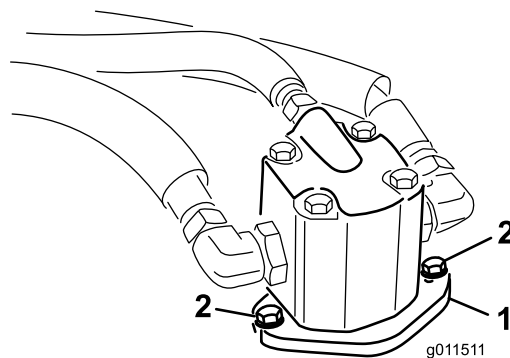

Figure 81
4. Enlevez les boulons qui fixent le moteur hydraulique à l'unité de coupe (Figure 81).